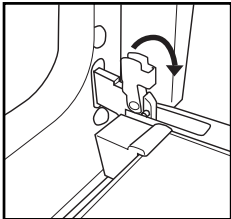

Fig. 1
2. Løft opp de to stopperne og trykk dem forover så langt de går (fig. 1).